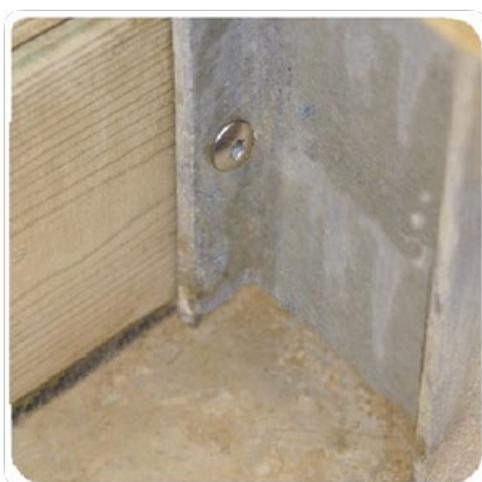

Figura 13 – Blocco delle assi sui pali di fondazione
- Sugli 8 pali di fondazione (questi sono preforati, come mostrato in **Figura 13** con l'aiuto di 80 viti autofilettanti torx 6 × 30 in acciaio inox A2 torx (sacchetto D).